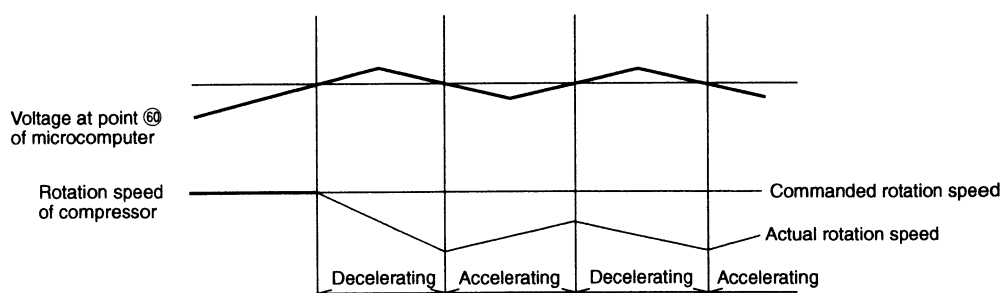

Fig. 8-4
(1) Circuit d'évaluation externe de surcharge
- La tension produite par le courant circulant dans le shunt R est équilibrée par R245 et C220 puis appliquée à la broche ⑤ de IC4. Ensuite, la valeur de la tension amplifiée est appliquée à la broche ⑥ du microprocesseur à des fins de comparaison avec les données internes de la mémoire EEPROM. Lorsque les valeurs correspondent, le microprocesseur se commute en mode de contrôle de surcharge.
- Fig. 8-4 représente la régulation de vitesse de rotation. Lorsque la valeur à la broche ⑥ du microprocesseur dépasse la valeur calée, la vitesse de rotation du compresseur diminue afin de réduire la charge quelle que soit la vitesse de rotation commandée à partir de l'unité intérieure.